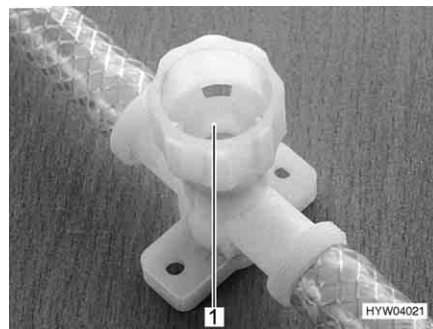

Fig. 124 Robinet de vidange pour Therme
- Fermer tous les robinets de vidange. Tourner les capuchons (Fig. 124,1) dans le sens des aiguilles d'une montre.
- Ouvrir tous les robinets de vidange du Therme. Tourner pour cela les capuchons (Fig. 124, 1) dans le sens inverse des aiguilles d'une montre.